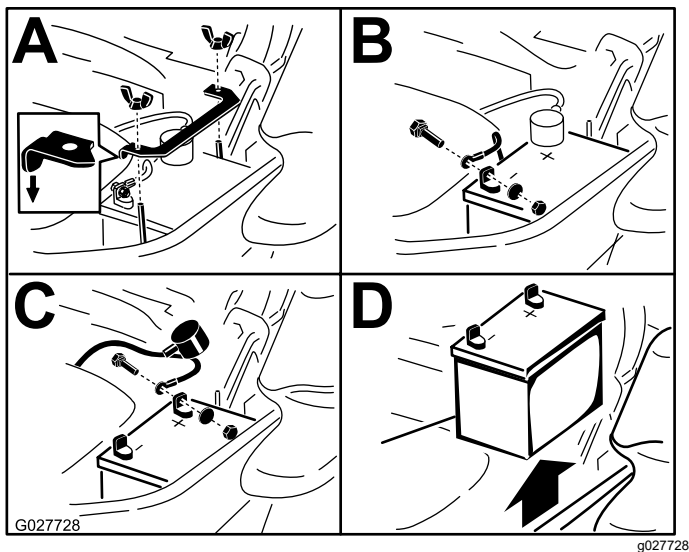

Figura 66
- Rimuovete la batteria come illustrato nella Figura 66.